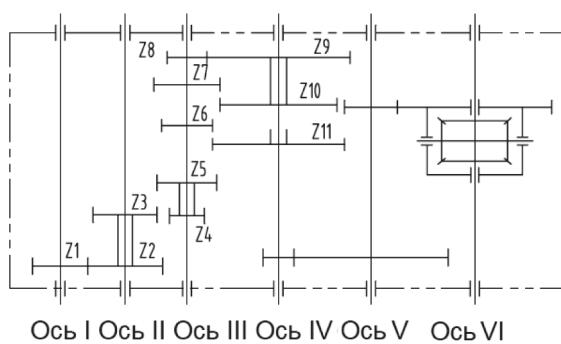

Рис. 3.4. Линия трансмиссии коробки передач 3x2+1.
Данная коробка передач состоит из переключателя передач, редуктора, дифференциала и механизма управления. В коробке передач находится 6 валов, расположенных перпендикулярно. (рис. 3.4.)
**Коробка передач 3×2+1** имеет 6 передних передач и 1 заднюю передачу, управляемые главным и вспомогательным рычагами переключения передачи, см. рис. 3.4.